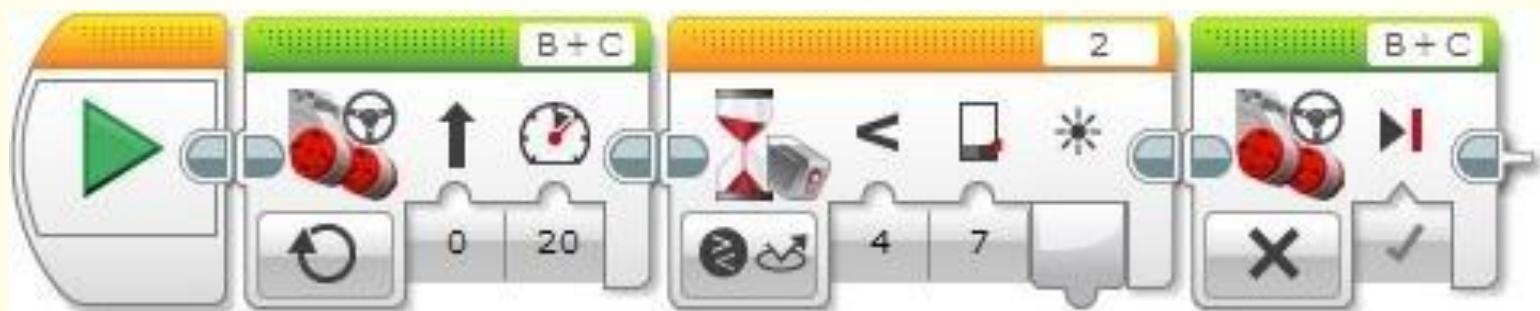

Рис. 15
*Как только установится значение датчика цвета меньше 7, что случится, когда датчик цвета окажется расположенным над черной линией, нам необходимо будет выключить моторы, остановив робота. Задача решена (Рис. 15).